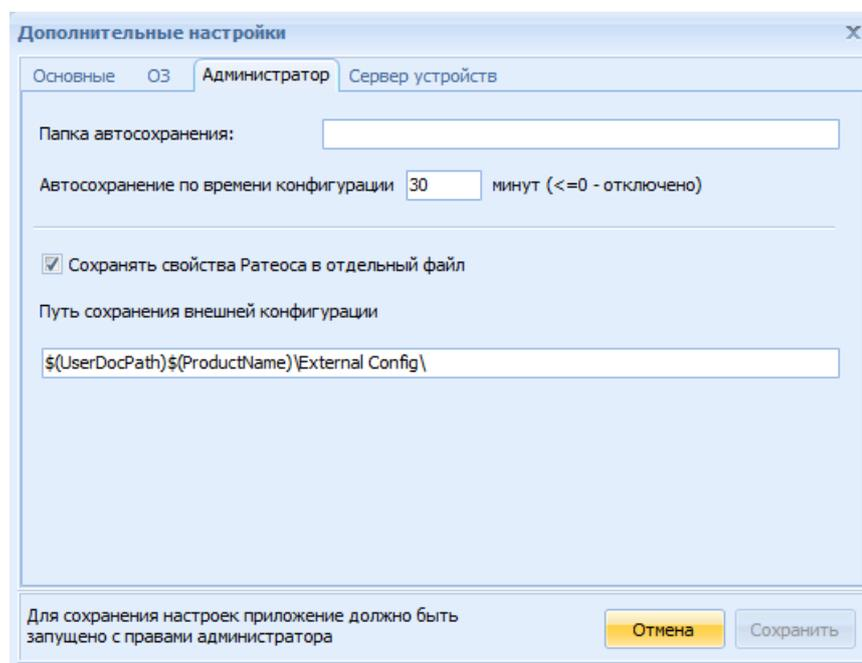

Рисунок 4.12 – Окно "Дополнительные настройки", вкладка "Администратор"
– «Администратор» (рисунок 4.12) – предназначена для настройки приложения «Администратор». На данной вкладке настраиваются следующие пункты: